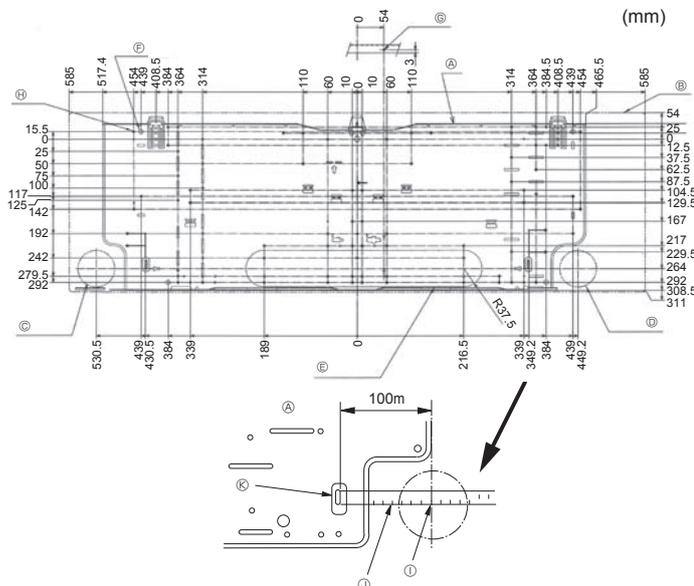

Fig. 3-2
①	Placa de montaje	1	Fijado a la parte trasera de la unidad
②	Tornillo roscado 4 × 25	7
③	Cinta de fieltro	2
④	Tubo de conexión en L	1
⑤	Tuerca de carga	1
⑥	Controlador remoto inalámbrico	1
⑦	Soporte del controlador remoto	1
⑧	Pilas alcalinas (tamaño AAA)	2
⑨	Tornillo roscado 3,5 × 16	2
⑩	Pieza distanciadora	1	Utilice el material de embalaje
3.2. Instalación del soporte de montaje en la pared (Fig. 3-2)